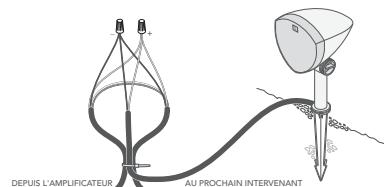

Figure 5
- Coupez les deux fils appropriés pour l'enceinte gauche ou droite (voir les tableaux ci-dessous) et dénudez 3/4 po d'isolation sur les extrémités exposées des fils d'enfouissement, puis dénudez 3/4 po d'isolation des extrémités du câble de l'enceinte correspondante (voir Figure 5).
- Créez une boucle d'environ 250 mm (10 po) et utilisez un collier de serrage pour maintenir la boucle et la queue de cochon de l'enceinte en place afin de soulager la tension (voir Figure 5).